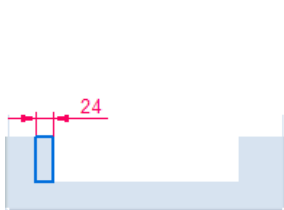
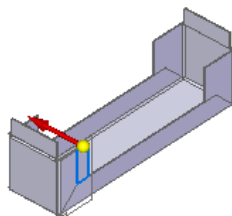

图 8.13.93 截面草图
图 8.13.94 定义移除方向
② 绘制图 8.13.93 所示的截面草图。
③ 单击“主页”操控板中的“关闭草图”按钮 ，退出草图绘制环境。
(3) 定义法向除料特征属性。在命令条中单击“厚度剪切”按钮  和“穿透下一个”按钮 ，并将移除方向调整至图 8.13.94 所示的方向。
(4) 单击  按钮，完成特征的创建。